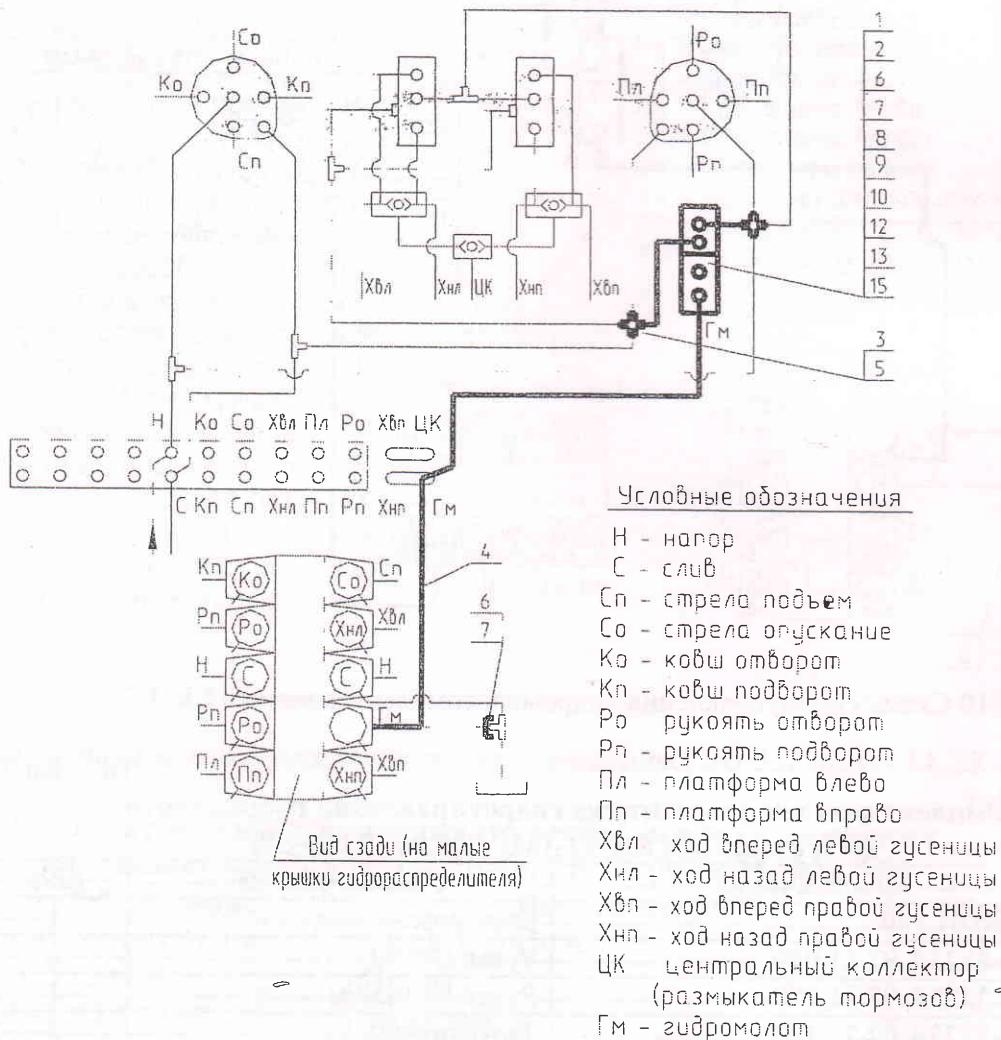

Рис. 11 Схема гидроуправления гидромолотом на экскаваторах ЕТ-14, ЕТ-16, ЕТ-18, ЕТ-25
4.4.3.1. Установите в соответствии со схемой (рис.11, табл.8) в правом пульте управления в кабине дополнительный блок управления 1 со штуцерами 8, 9 и уплотнительными кольцами 15, используя детали крепления 2, 10, 12, 13.